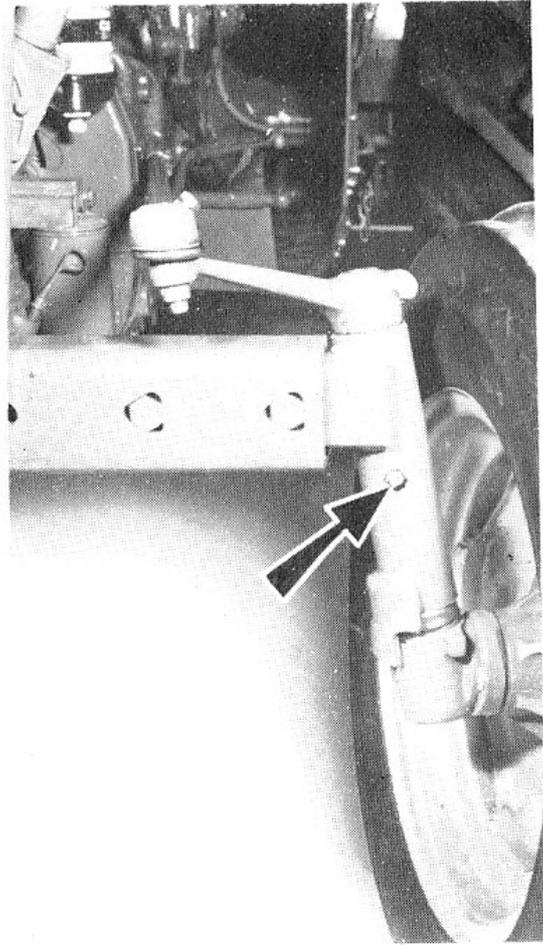

FIG. 3
- Fig. 3. Pivots de roues avant